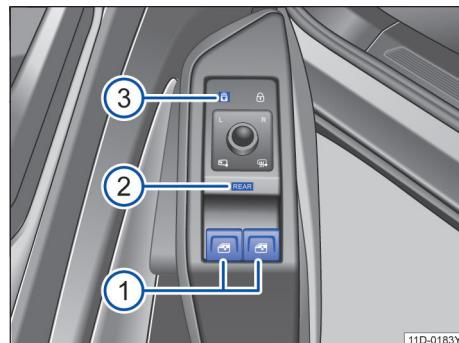

图 56 在驾驶员车门内：前部和后部电动车窗升降器的按钮
- ① 电动车窗升降器的按钮。
- ② 操作区 REAR 用于激活后部电动车窗升降器以及便捷开启及关闭的操作。
- ③ 操作区用于关闭后车门内的电动车窗升降器按钮和打开电动儿童安全锁。
默认情况下，可以通过按钮④→图 56 ① 操作前车门内的电动车窗升降器。
REAR 短暂按下操作区→图 56 ②，可激活后车门中的电动车窗升降器的操作。如果激活后车门中的电动车窗升降器的操作，操作区的功能照明将亮起。再次短暂按下操作区 REAR，可激活前车门中的电动车窗升降器的操作。如果在激活后，未操作后车门内电动车窗升降器，则前车门内的电动车窗升降器的操作将在大约 10 秒钟后被再次激活。
按下操作区→图 56 ③，以关闭后车门的电动车窗升降器按钮。同时打开电动儿童安全锁。当后车门内的电动车窗升降器按钮被禁用且儿童安全锁打开时，操作区中的指示灯亮起黄色。